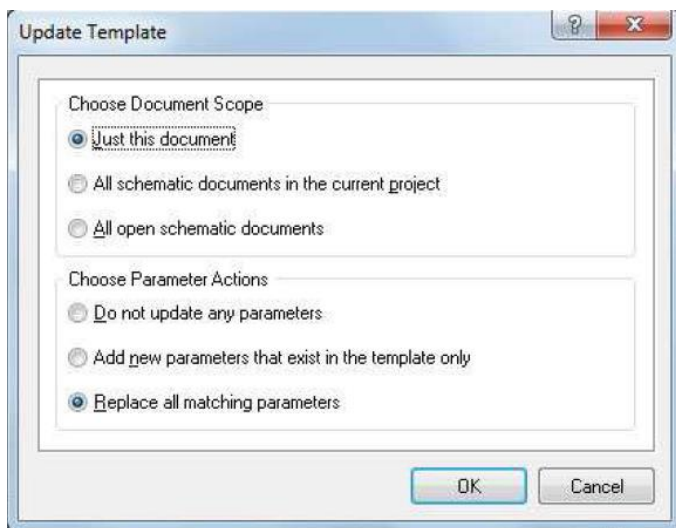

Рис. 24. Параметры обновления шаблона
6. В окне Update Template устанавливаются опции обновления шаблона. Здесь нужно выбрать опцию обновления только для текущего документа – Just this document, и обновление всех параметров предыдущего шаблона на параметры нового – Replace all matching parameters (см. Рис. 24).